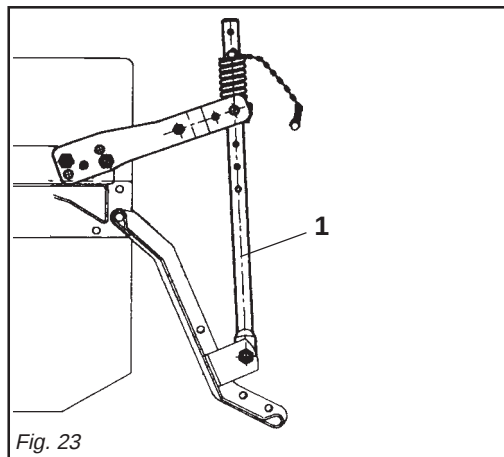

Fig. 23
- 2- Il martinetto a molla (1 Fig. 23) oltre a sostenere la lamiera livellatrice ed ammortizzarla nel trasporto su strada, serve a evitare il ribaltamento della zappatrice durante il parcheggio.
- 2- Besides supporting the levelling plate and acting as a shock absorber for it during road transport, the spring ram (1 Fig. 23) prevents the steerage hoe from overturning when parking.
- 2- Die Federwinde (1 Abb. 23) trägt nicht nur das Planierschild und dient beim Straßentransport zur Dämpfung von Stößen, sondern sie soll auch verhindern, daß die Hackfräse während des Parkens umkippt.
- 2- Le vérin à ressort (1 Fig. 23) sert de soutien à la tôle de nivellement et de suspension pendant le transport sur route, pour éviter le basculement du cultivateur lors du stationnement.
- 2- El gato de resorte (1 Fig. 23), además de sostener la chapa de nivelación y protegerla durante el transporte en carretera, sirve para evitar el vuelco de la binadora durante el estacionamiento.